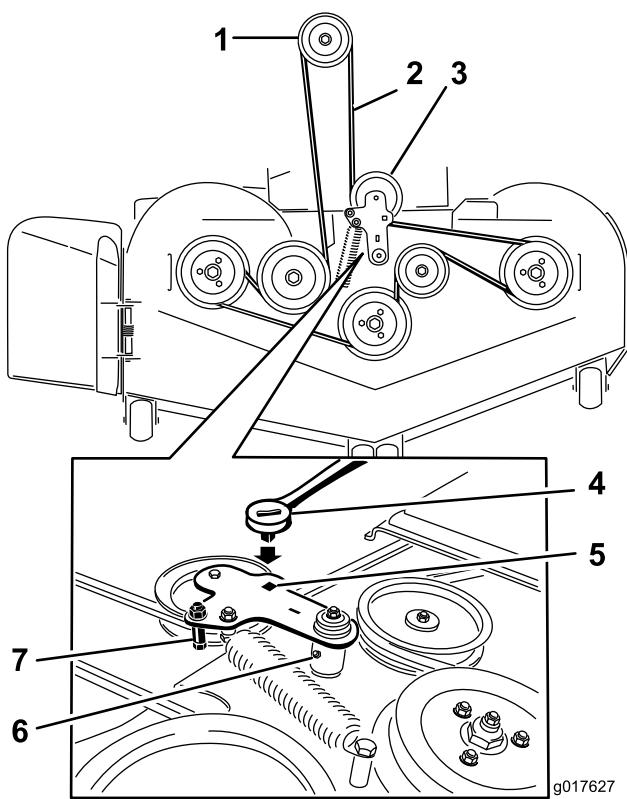

Bild 80
5. Heben Sie den Fahrzeugboden an und stecken Sie eine Ratsche in das rechteckige Loch in der Mähwerkspansscheibe (Bild 80).
6. Drehen Sie die Mähwerkspansscheibe nach rechts und entfernen Sie den Mähwerkriemen (Bild 80).